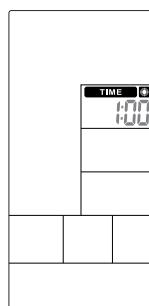
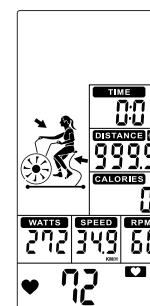

Figure 39
Figure 42
- ① Drücken Sie im Standby-Modus die Taste Zielzeit und TIME leuchtet auf, zusammen mit einem langen Ton für 1s.
- ② TIME-Wert blinkt, drücken Sie UP und DOWN, um den Wert einzustellen (Abbildung 39) und drücken Sie ENTER, um den Wert zu bestätigen, während der Summer 1 Sekunde lang piept und TIME leuchtet dauerhaft auf.
- ③ Der voreingestellte DISTANCE-Wert zählt abwärts, TIME, CALORIES, WATTS, SPEED, RPM beginnen aufwärts zu zählen. (Abbildung 42)
- ① In Standby mode, press Target Time key and TIME will light up, along with a long sound for 1s.
- ② TIME value is flashing, press UP and DOWN to adjust value (Figure 39) and press ENTER to confirm meanwhile buzzer beeps 1s and TIME lasting lighting up.
- ③ Preset DISTANCE value counts down , TIME, CALORIES, WATTS, SPEED, RPM start to count up. (Figure 42)